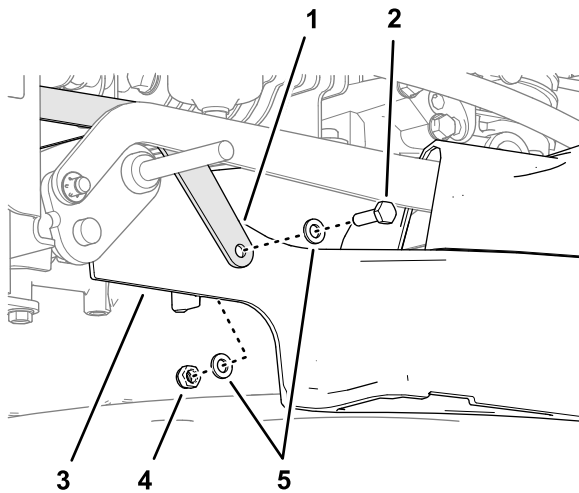

Figura 15
1. Alinee el taladro en el tirante del cepillo con el taladro en la carcasa (Figura 15).
2. Monte el tirante del cepillo en la carcasa de la segadora (Figura 15) con un tornillo de caperuza (6 x 20 mm), 2 arandelas (6 mm) y una contratuerca (6 mm).